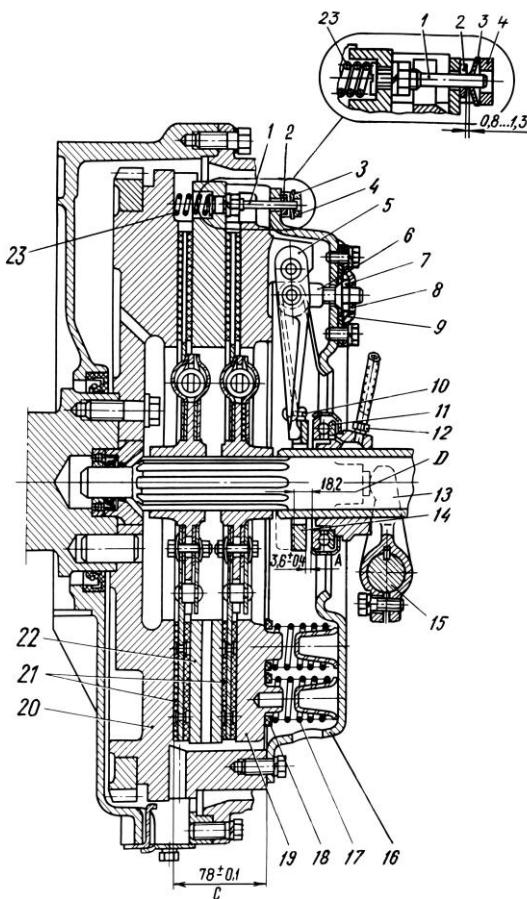

Рис. 110. Сцепление ЯМЗ-238:
Кожух 16 (рис. 110) сцепления, штампованный из листовой стали, с нажимным диском 19 в сборе устанавливается на маховике 20 двигателя, а ведомые диски 21 – на шлицевой части первичного вала коробки передач.
- Каждое ТО-1 проверить и, если необходимо, отрегулировать свободный ход муфты выключения сцепления. Свободный ход муфты выключения сцепления, определяемый зазором между упорным кольцом и подшипником муфты (размер «A» рис. 110. 3,2–4,0 мм) достигается регулировкой механизма выключения сцепления в соответствии с указаниями инструкции по эксплуатации транспортного средства. После регулировок проверить сцепление на отсутствие «ведения». Этую проверку проводить на работающем двигателе при включенной первой передаче и выключенном сцеплении.